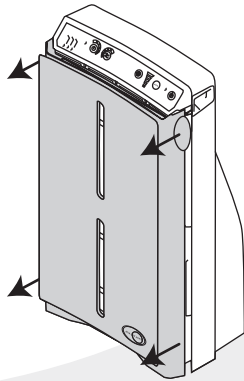

FIG. 2
1. Para tener acceso a los filtros, **quite** la cubierta frontal del purificador de aire utilizando los salientes ubicados de cada lado del purificador, cerca de la parte superior (Fig. 2). **Estabilice** el purificador de aire colocando primero sus pulgares en los bordes exteriores de la etiqueta frontal. **Quite** la cubierta frontal **tirando suavemente** de los salientes con los dedos.